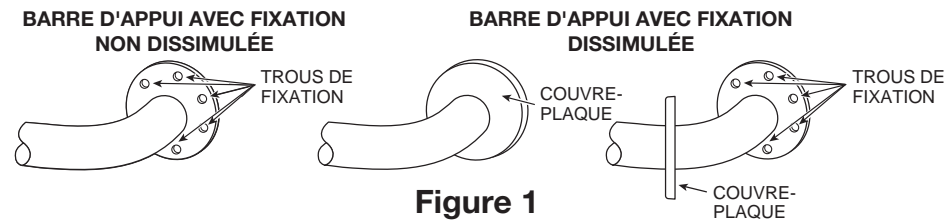

Figure 1
1. Sortez la barre d'appui et les pièces du paquet. Si vous utilisez une barre d'appui avec des fixations dissimulées, retirez les couvre-plaques des trous de montage (voir Figure 1).
13. Si vous utilisez une barre d'appui avec des fixations dissimulées, retirez les couvre-plaques des trous de montage (voir Figure 1 à la page 3).